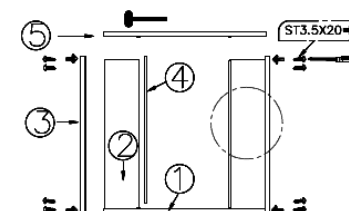

Рис.2
4. Соберите фронтальный пакет стекол согласно последовательности из схемы (рис.2).